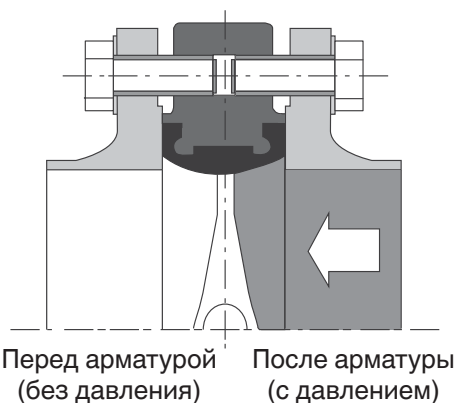

Рисунок 5. Первый этап установки
3. Отвернуть все болты с задней стороны арматуры в перекрестном порядке (см. рисунок 5–7).